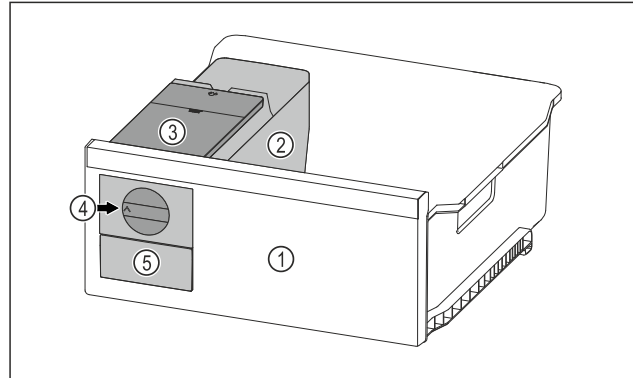

Fig. 212 Représentation à titre d'exemple
- Tourner le bouton rotatif Fig. 212 (4) dans le sens horaire jusqu'à la butée.
- Les glaçons tombent du bac à glaçons dans le tiroir à glaçons Fig. 212 (5).